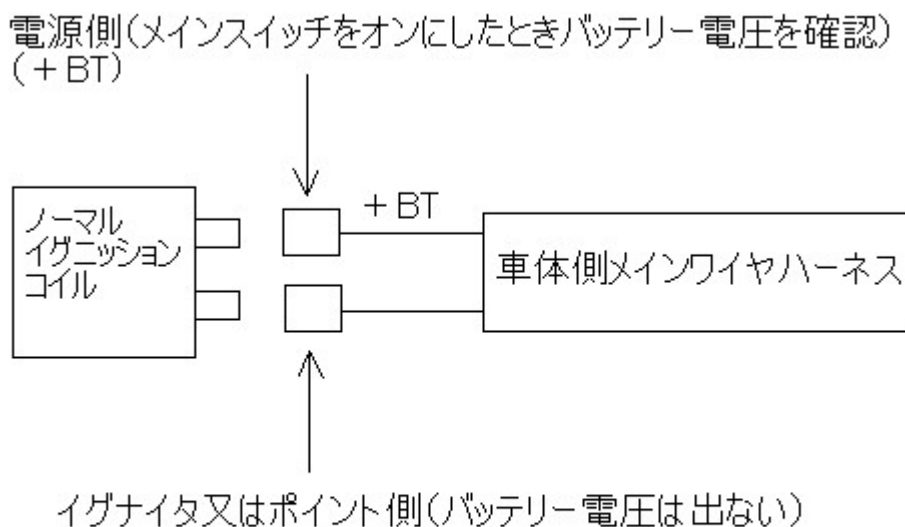

図1 電源側の確認
- ① ノーマルイグニッションコイルを取り外して下さい。取り外した後、車体側の配線端子で電源側、イグナイタ側をテスターで確認して下さい(図1参照)
- ② SP2 パワーコイルとプラグコードを7、8ページ「プラグコードコネクタ装着方法」に従って接続して下さい。コードノックは、高電圧によるリーク防止の為、新品又は同様品を使用して下さい。
- ③ SP2 パワーアンプの位置を設定し両面接着シートで固定して下さい。アンプは熱を発生しますので風通しに十分注意して下さい。
- 7、シリンダーNo. に合わせコードマーカを取付ける。(図1参照)